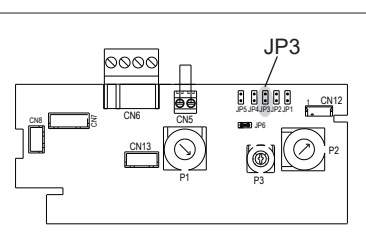

fig. 2a
- abrir a tampa de inspeção do painel de instrumentos para aceder à interconexão JP3 na placa de comando (fig. 2a):